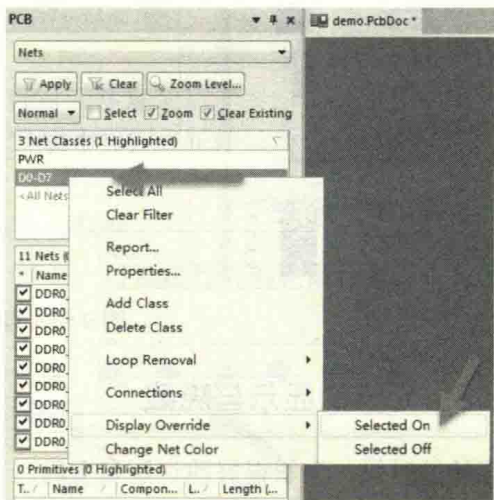

图 9-83 网络颜色的使能
(4) 颜色设置好之后，注意再次单击鼠标右键，执行命令“Display Override-Selected On”，对设置的颜色进行使能，否则设置了也不会进行显示，如图 9-83 所示。